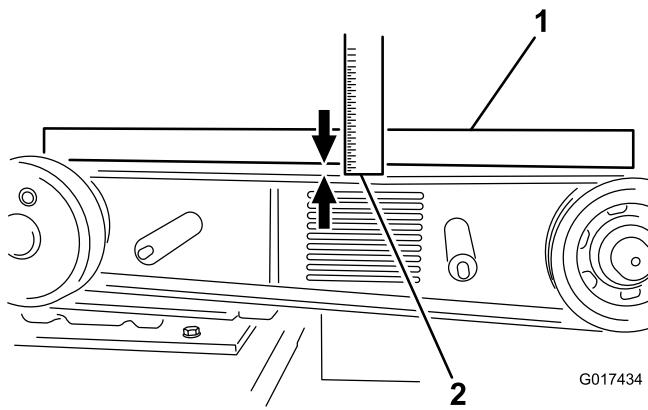

Figura 18
- 6. Coloque una regla sobre las poleas del embrague y del volante, y apriete el perno tensor de la correa hasta que la correa se desvíe 0.40 pulgadas (1 cm) al aplicar una presión de 15 libras (6.8 kg) en el centro de la correa (al tensar una correa usada) o de 18 libras (8 kg) al instalar una correa nueva (Figura 18).